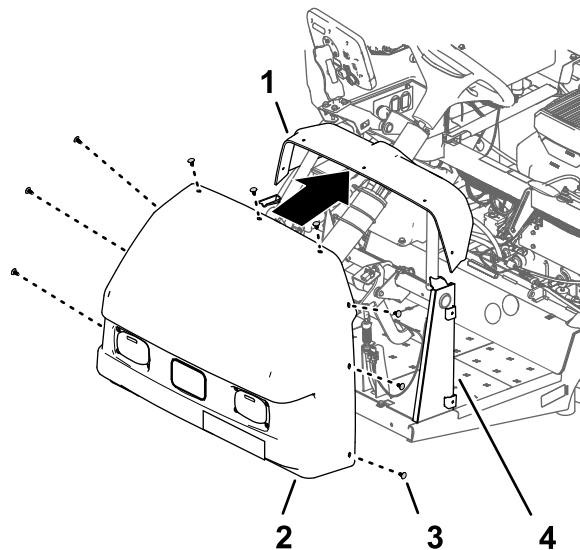

Figura 213
1. Alinhe os furos do capot no capot com os furos no painel de instrumentos e estrutura da máquina (Figura 213).
2. Prenda o capot ao painel de instrumentos e estrutura com nove fixadores de pressão (Figura 213).